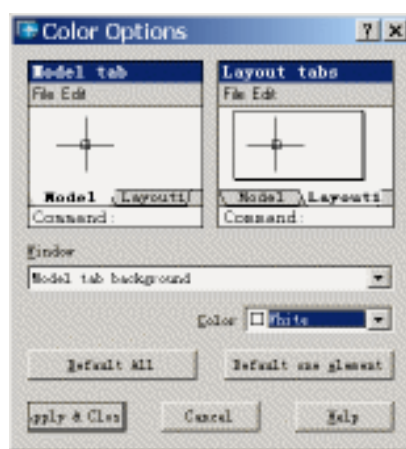

图 1.3 设置模型空间的背景色为白色
(3) 在 Color Options 对话框中, 在选中 Model tab(模型选项卡)和选中 Window(窗口)列表框中的 Model tab background(模型空间背景)的情况下, 在 Color(颜色)列表框中选择 White(白色)选项, 如图 1.3 所示。